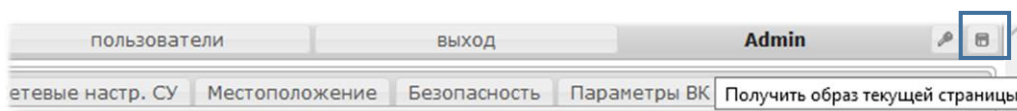

Рисунок 41 – Сохранение образа текущей web-страницы
– в СУ перейти во вкладку [Монитор] и нажать кнопку «» (см. Рисунок 41);